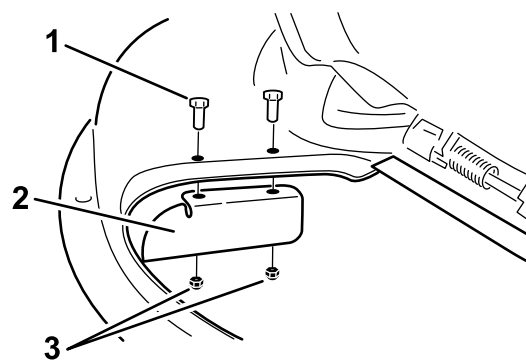

Figure 28
9. Montez le déflecteur d'ouverture sur le plateau de coupe (Figure 28).
3. Enlevez le déflecteur d'ouverture du plateau de coupe (Figure 28).